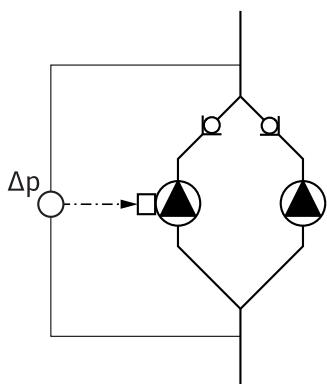

Fig. 13: Exempel, anslutning differenstrycksgivare
- I exemplet i fig. 13 är masterpumpen den vänstra i flödesriktningen. På den pumpen ansluts differenstrycksgivaren.
Mätpunkterna på masterpumpens differenstrycksgivare måste ligga i sammelrötet på sug- och trycksidan på twillingpumpanslutningen (fig. 13).